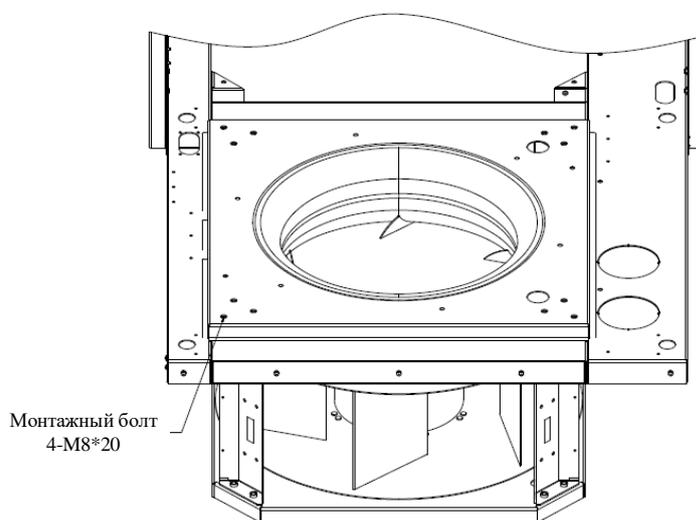

Рис. 2-4 Чертеж вентилятора после опускания
2. После опускания вентилятора используйте болты, чтобы надежно закрепить корпус вентилятора. Вентилятор после завершения опускания показан на Рис. 2-4.